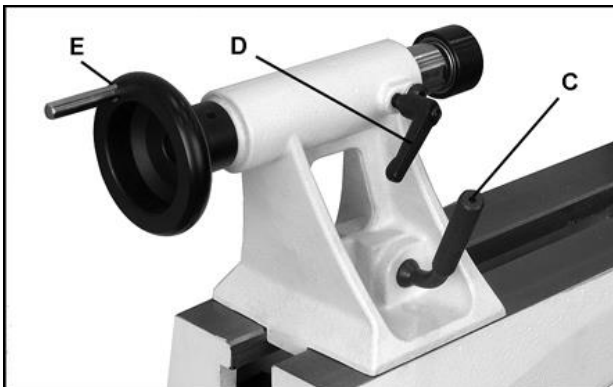

Fig 26
Drehen Sie das Handrad (E, Fig 26) im Uhrzeigersinn um die Pinole auszufahren und klemmen Sie mit dem Indexiergriff (D).